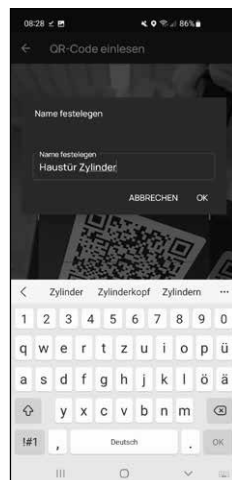

Abb. 6
- 7 In dem darauffolgenden Fenster werden Sie nach einem Namen für den Zylinder gefragt. Bei der Verwendung mehrerer Zylinder und secuENTRY-Komponenten ist es zu empfehlen, den Zylinder so zu benennen, dass Sie direkt erkennen können, worum es sich handelt und wo sich der Zylinder befindet bzw. angebracht ist. Im Beispiel dieser Anleitung wird der Zylinder mit „Haustür Zylinder“ betitelt. Bestätigen Sie den Namen mit „OK“ (Abb. 6).